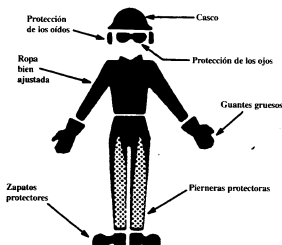

Figura 1
1. Use siempre protección para los ojos. Figura 1. Use siempre zapatos protectores con punta de acero y suelas antideslizantes; ropa bien ajustada; guantes gruesos antideslizantes; protección de los ojos tal como gafas que no se empañen con ventilación o una careta; un casco aprobado y protectores de los oídos - tapones o tapaores. Los usuarios regulares deben hacerse examinar los oídos regularmente pues el ruido de la sierra puede dañar la audición.